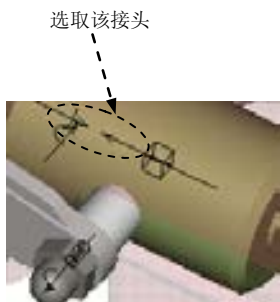

图 12.5.44 选取连接轴
(1) 输入伺服电动机名称。在该对话框的“名称”文本框中输入伺服电动机名称，或采用默认名。
(2) 选择从动图元。在图 12.5.44 所示的模型上，可采用“从列表中拾取”的方法选取图中所示的连接轴 Connection_1c.axis_1。